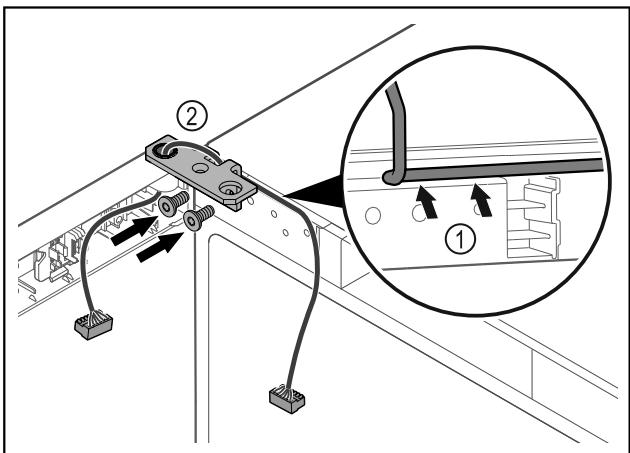

Fig. 48
- Кабель провести через виїмку шарнірного кутика і обережно прокласти Fig. 48 (1).
- Накрутити шарнірний кутик Fig. 48 (2).